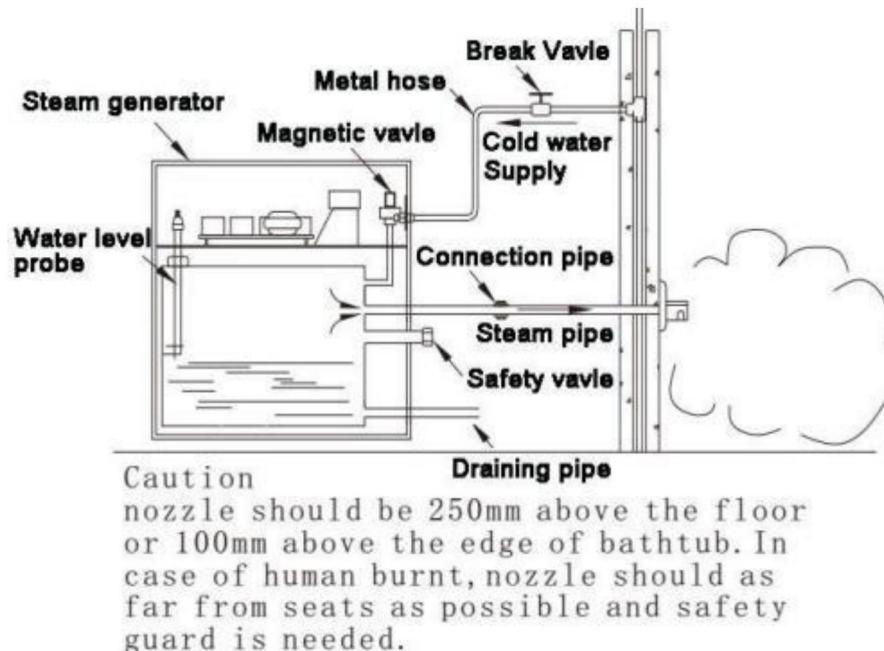

Figura 5 Installazione del sistema di tubazioni del generatore di vapore
1. Il tubo di ingresso dell'acqua, un tubo metallico da 0,5 pollici di diametro, collega l'ingresso dell'acqua del generatore e la valvola del sistema di alimentazione dell'acqua. (Figura 5)
(È vietato utilizzare tubi di metallo nero o tubi zincati in caso di ruggine e sporcizia sulla parete.) Il tubo del vapore non deve essere più lungo di 3 metri. Se è più lungo di 3 metri, devono essere eseguiti alcuni lavori speciali per la conservazione del calore. (Figura 5)